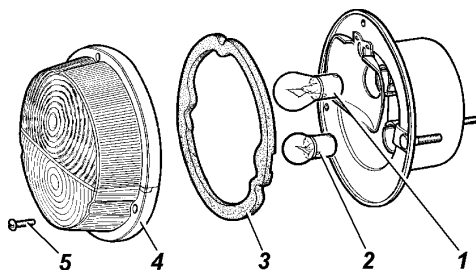

Рис. 8.10. Передний фонарь:
**Указатели поворотов.** В качестве передних и задних указателей поворота служат верхние секции передних (рис. 8.10) и задних фонарей с рассеивателями оранжевого цвета.